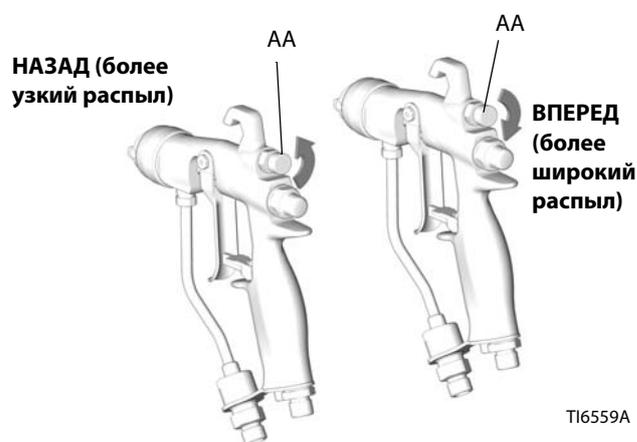

Рис. 7. Ручка регулирования подачи воздуха для формирования распыла
- См. Рис. 7.. Закройте подаваемый для регулировки формы распыла воздух, повернув ручку (AA) по часовой стрелке (вперед) до упора. В результате в пистолете будет установлен самый широкий распыл.
- См. Рис. 7.. Для сужения формы распыла следует повернуть ручку регулятора (AA) против часовой стрелки (назад). Если факел распыла все еще недостаточно узок, немного увеличьте давление воздуха в пистолете или воспользуйтесь наконечником другого размера.